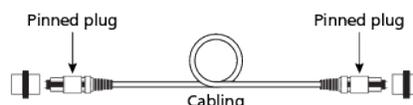

Abbildung 3. Stecker mit Führungsstift an beiden Enden (Permanent Link)
- Führungsstift an beiden Enden der Kabel (siehe Abbildung 3),